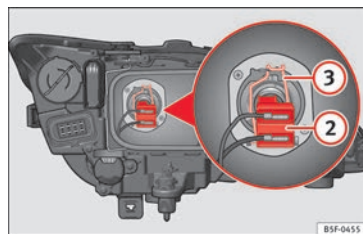

Fig. 103 Luz de cruce.
- Extraiga el conector **»» fig. 103 ②** de la lámpara.
- Desenganche el resorte retentor **»» fig. 103 ③** presionándolo hacia dentro y a la derecha.